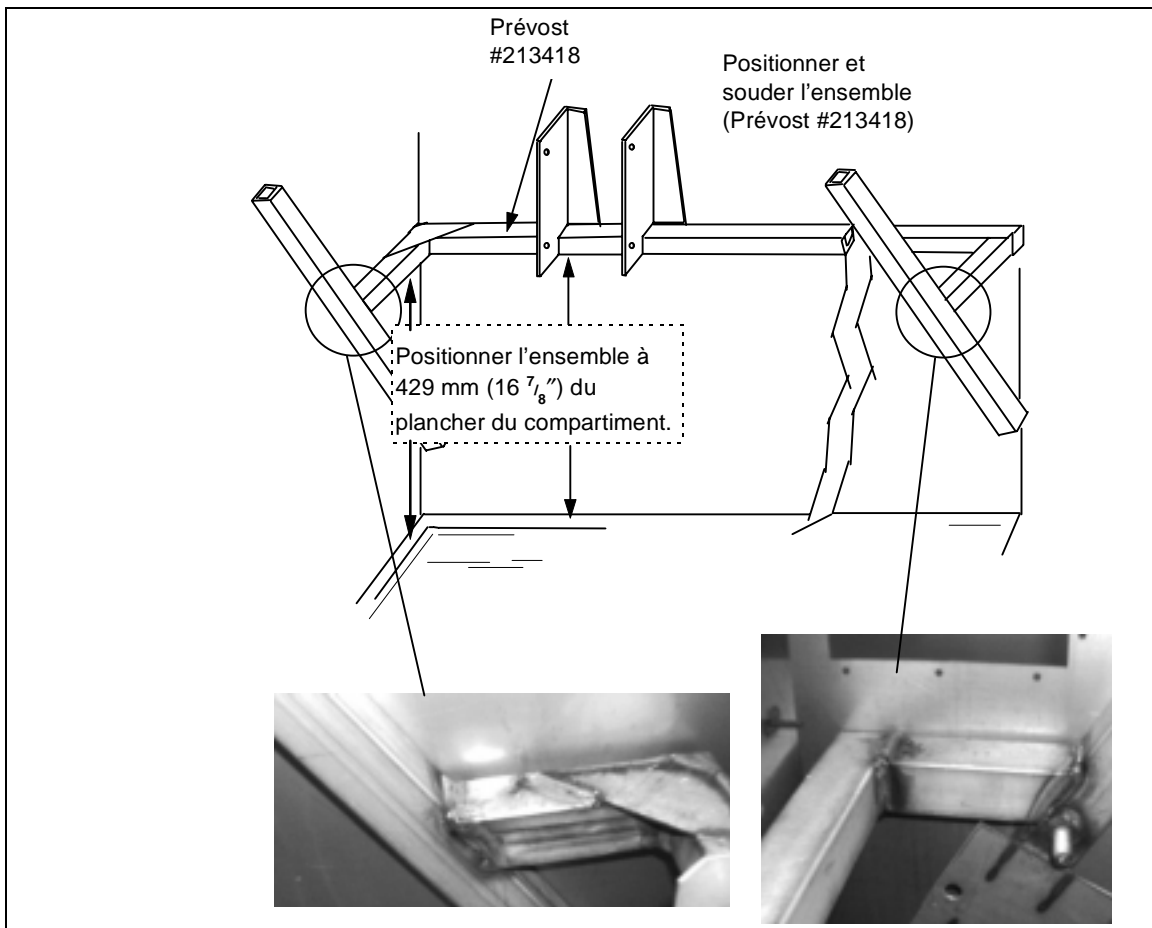

FIGURE 9: ENSEMBLE DE RENFORCEMENT DANS LE COMPARTIMENT A/C
2. Positionner et souder l'ensemble de renfort tel que décrit à la Figure 9.